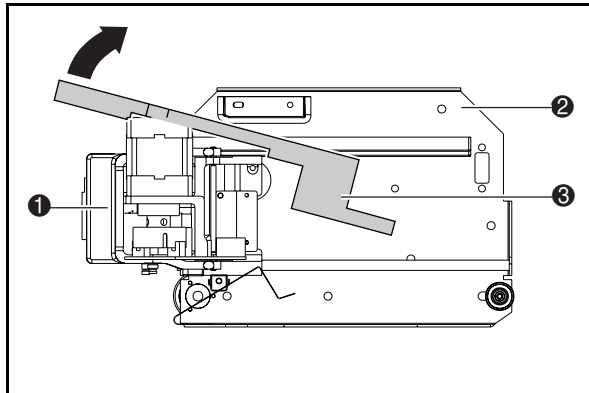

Figure 4-19. Retrait de la fixation de la pince
- c. Faites pivoter la fixation de la pince (③) jusqu'à ce qu'elle s'écarte des moteurs et de la tige de ressort, comme illustré à la figure 4-19 (voir Tableau 4-6).
- d. Retirez la fixation de la pince (②) en la tirant doucement vers l'arrière en direction de l'axe vertical.
- e. Faites glisser l'ensemble de pince (①) vers l'axe vertical.